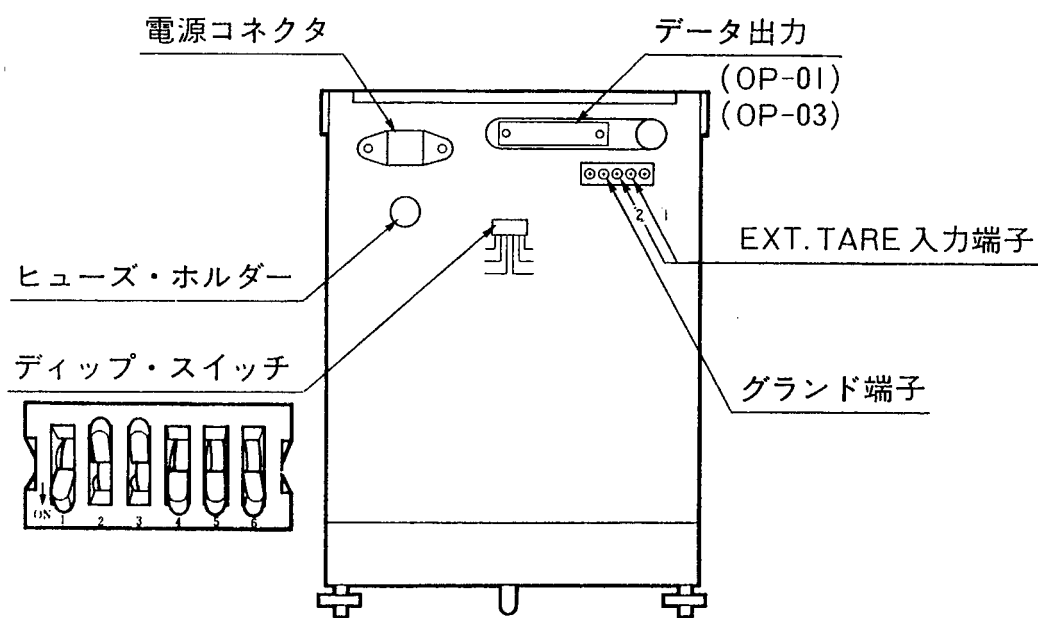

図2 パネル面 (ER-Aシリーズ)
3. 被計量物を計量皿に載せます。表示値が変化し、安定すると安定検出マーク（図2）が点灯（もしくは消灯^{*}）します。そのときの値が重量値を示します。
*本体背面の内部設定ディップ・スイッチ（図2）により、安定すると安定検出マークが消灯するように設定できます。（2-4項(3)）
本体背面の“EXT. TARE”端子①②間にスイッチなどを接続してください。（図2裏面）。
内部設定用のディップ・スイッチは本体背面にあります。（図2）